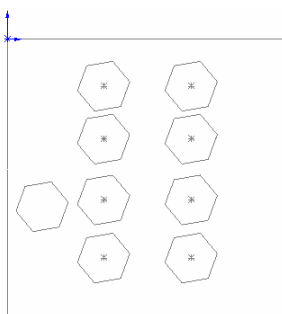

图 5-119 阵列的图形
⑥ 确认草图驱动阵列特征。单击“由草图驱动的阵列”属性管理器中的“确定”图标按钮, 结果如图 5-119 所示。